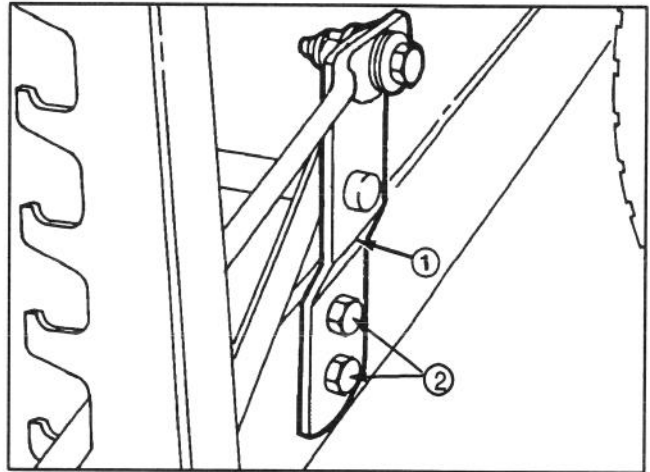

Figure 31
5. Si la hauteur de la pointe de la lame dépasse les 3 mm, mettre l'unité de coupe de niveau en desserrant les boulons à tête de la patte de soutien de hauteur de coupe et en montant ou en abaissant la patte (Fig. 31).